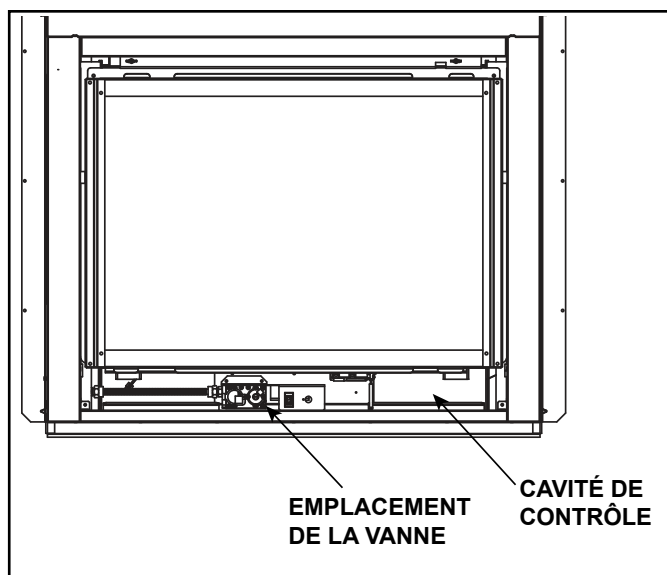

Figure 3.3. Emplacement de la cavité de contrôle/vanne
Les modèles SL-550F et SL-750F possèdent un taux de combustion variable, contrôlé par le bouton « HI/LO » de la vanne des gaz. Ainsi, la hauteur de la flamme est ajustable. Le bouton « HI/LO » est montré à la figure 3.3. Il est situé dans la cavité du contrôle du poêle. Le bouton « HI/LO » peut être ajusté comme désiré, en tournant vers la position « HIGH » (dans le sens antihoraire) et en tournant vers la position « LO » (dans le sens horaire).
Le système d'amorçage par veilleuse à allumage intermittent IntelliFire possède un système de piles d'appoints permettant le fonctionnement sans électricité. Le bloc-pile installé en usine est situé dans la cavité du contrôle du poêle. Voir la figure 3.3. Les piles ne devraient pas être placées dans le bac lorsque l'électricité est utilisée pour faire fonctionner le poêle. Retirer les piles du bac lorsque l'électricité est de nouveau disponible.
1. Accédez à la cavité du contrôle du poêle. Voir la figure 3.3. pour l'emplacement. La façade décorative ou la porte pourraient devoir être enlevées.
2. Localisez le bac à piles dans la cavité de contrôle et insérez deux piles D. La polarité des piles doit être correcte pour éviter d'endommager le module. Voir la figure 3.3. Un schéma complet du câblage est inclus dans la section traitant de l'électricité, dans le manuel d'installation.